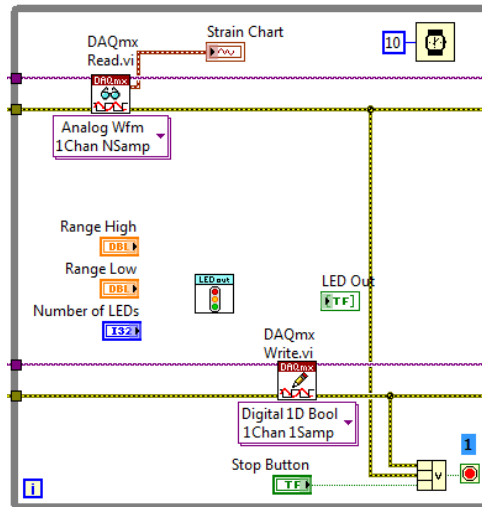

Figura 36. O VI LED\_Scaled\_Output é um subVI para escalar a entrada de deformação para uma entrada de LED.
22. Posicione o VI conforme ilustrado na figura 36.